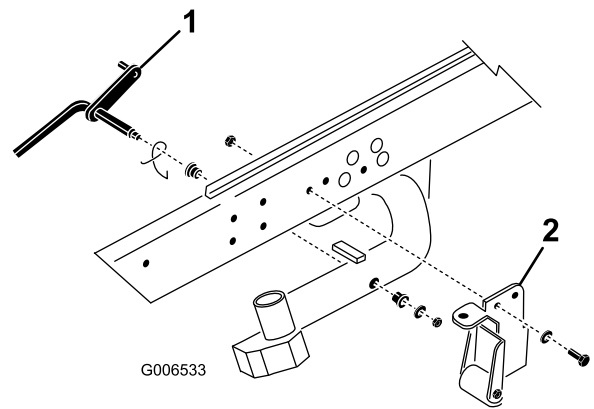

図 9
注 DPAカッティングユニットを使う場合には、ティッパー・ブラケットとティッパー・サポートは必要ありません(図 9)。外しても差し支えありません。
1. ピボット・ロッドを昇降アーム2番に固定しているロックナットとワッシャを外す(図 9)。昇降アームから、ピボット・ロッドとスプリングを取り外す。昇降アーム1番および3番にも同じ作業を行う。